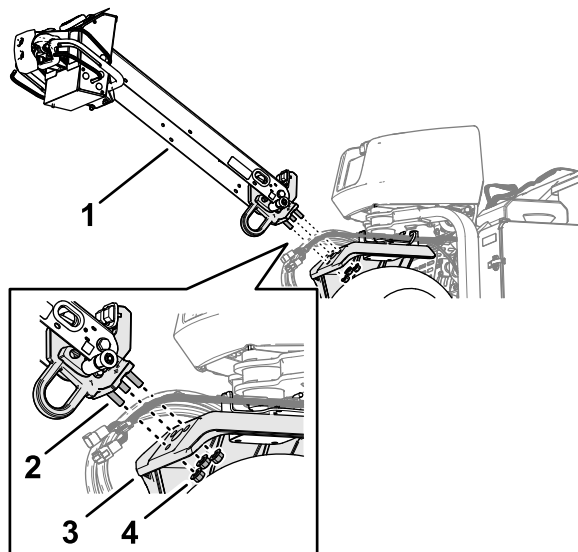

Bild 5
1. Stecken Sie die Bolzen am Ende des Lenkers in die Löcher im Lenkarm (Bild 5).